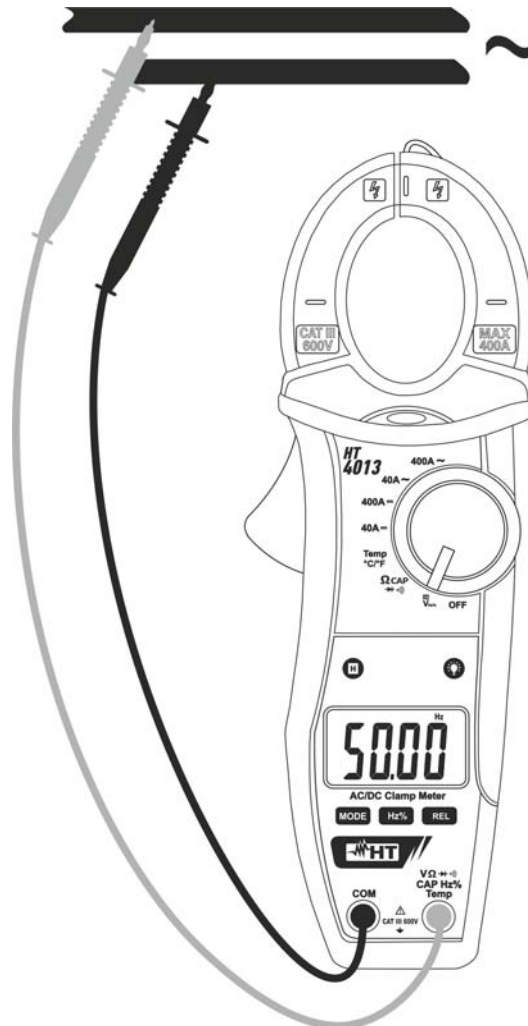

Abb. 5: Verwendung der Zange für Frequenz- und Duty Cycle-Messungen
4. Stellen Sie die Messleitungen in die gewünschten Punkte des zu messenden Kreises (siehe Abb. 5) für die Frequenzmessung mit Messleitungen. Der Wert der Frequenz (Hz) oder des Duty Cycle (%) erscheint auf dem Display.